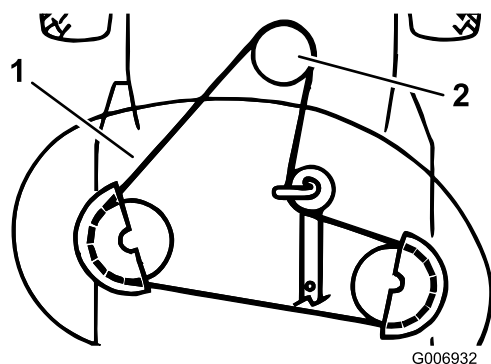

Figura 41
14. Togliete la cinghia del tosaerba dalla puleggia della frizione elettrica (Figura 41).
15. Togliete la cinghia del tosaerba dalla puleggia inferiore del motore (Figura 41).
6. Montate la cinghia del tosaerba sulla puleggia inferiore del motore (Figura 41).